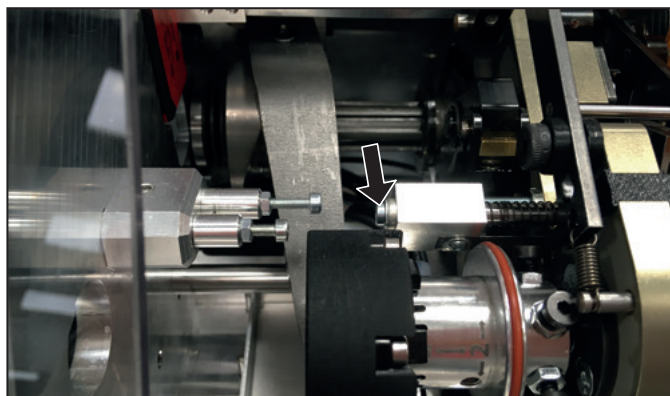

Figura 8.3 Rimuovere il porta lama
- Rimuovere la vite di fissaggio del porta lama, vedi Figura 8.3.